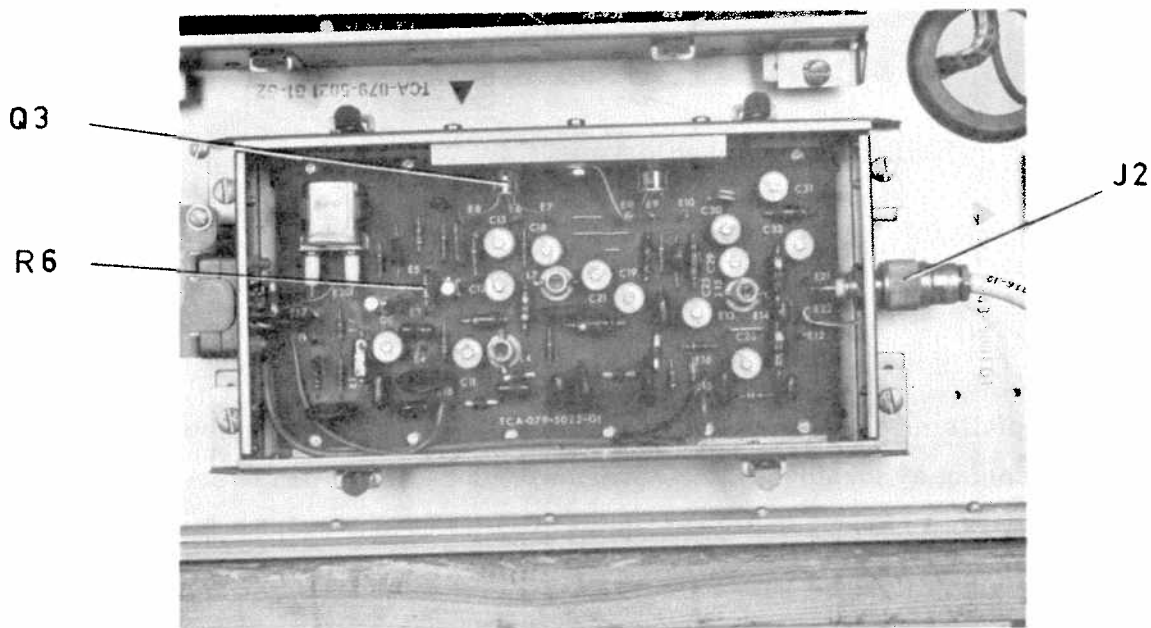

Bild 16
- 4.4.1.3 Koppla bort motståndet R6 (mellan lödtornen E3 och E5, se bild 16) i lokaloscillatorn. Ta ur lokaloscillatorns kristall och koppla upp enligt bild 14.
- 4.4.2.1 Lossa motståndet R6 (se bild 16) från lödtornet E5. Anslut HF-effektmetern över kabel F1250-414162 till motståndet R6 fria ände. Kabelns skärm löds till lödtornet E4.